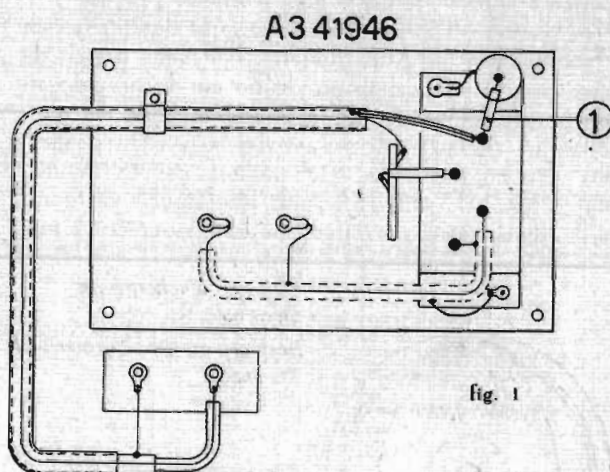

fig. 1
Uiteraard is het zeer belangrijk er bij de montage van de scheidingseenheid goed op te letten, dat de verbindingen geen sluiting kunnen maken. In dit verband verzoeken wij speciale aandacht te wijden aan de verbinding pos. 1 in fig. 1. Deze verbinding mag